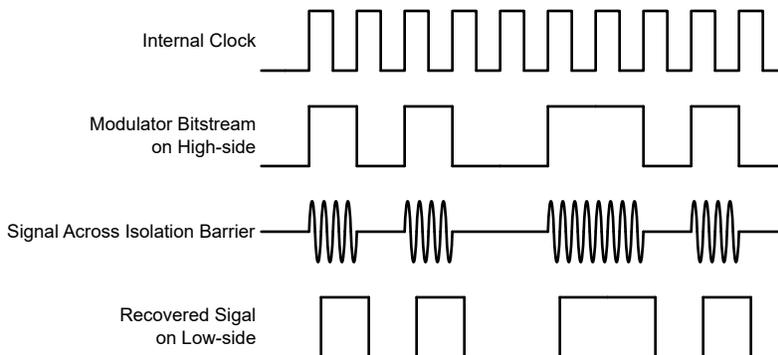

図 7-1. OOK ベースの変調方式
図 7-1 に示されているように、AMC0x30R は、オン / オフ キーイング (OOK) 変調方式を使用して、変調器の出力ビットストリームを、SiO₂ ベースの絶縁膜間で伝送します。送信ドライバ (TX) を 機能ブロック図 示します。TX は、内部で生成された高周波キャリアを絶縁バリア越しに送信し、デジタル 1 を表現します。ただし、TX はデジタル 0 を表す信号を送信しません。AMC0x30R で使用されるキャリアの公称周波数は 480MHz です。